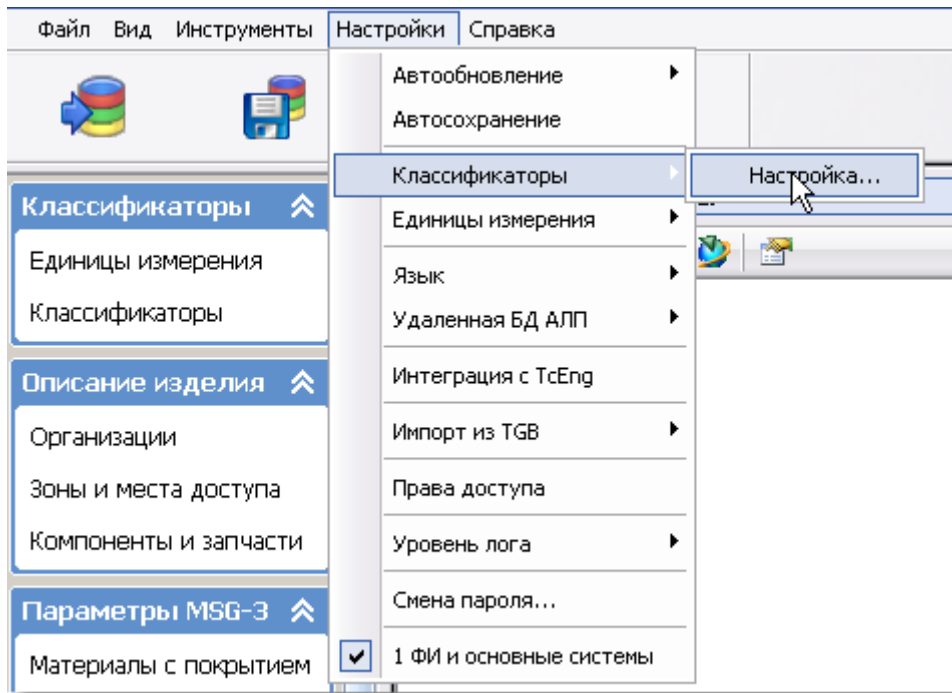

Рис. 3-8
- В главном меню программы LSS выберите **Настройки** → **Классификаторы** → **Настройка** (рис. 3-8).